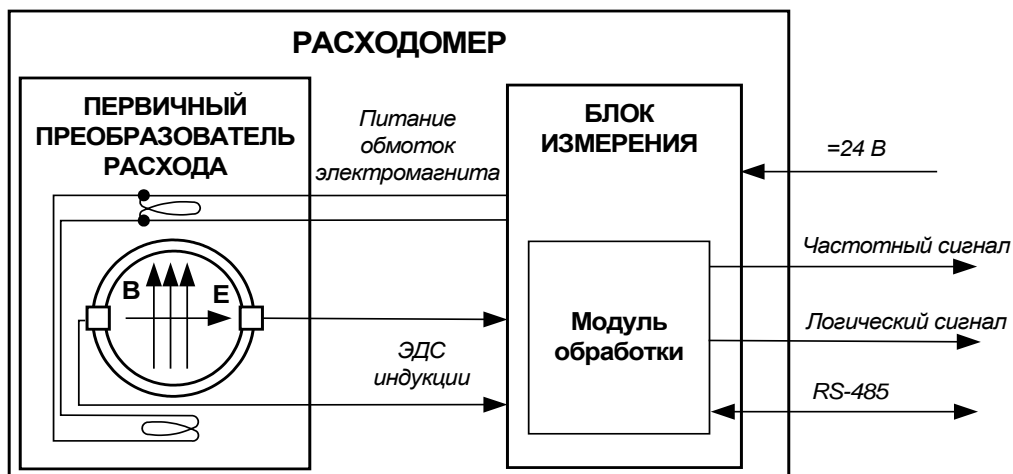

Рис.1. Структурная схема расходомера.
1.5.1.1. Принцип работы расходомера основан на измерении электродвижущей силы (ЭДС) индукции, возникающей в объеме электропроводящей жидкости, движущейся в магнитном поле, создаваемом электромагнитной системой в сечении канала первичного преобразователя расхода (рис.1).